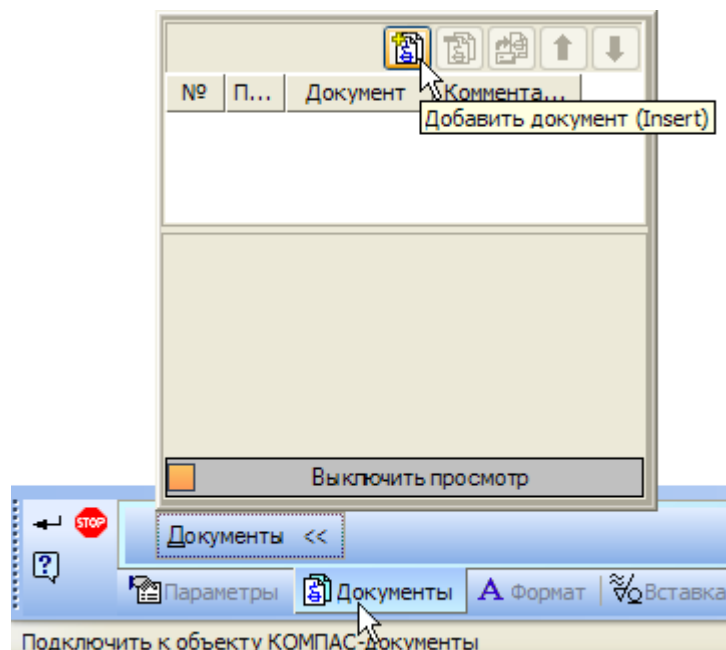

Рисунок 21.
- Откройте вкладку Документы на Панели свойств. Нажмите кнопку Добавить документ (рис.21).